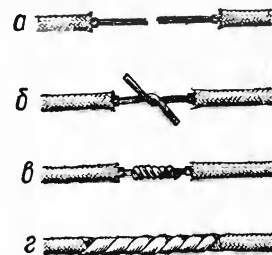

Рис. 38. Сращивание проводов.
1) накладывают один на другой зачищенные до блеска и скрученные (если провод многожильный) концы проводов или шнуров (рис. 38, б);
2) конец одного провода закручивают вокруг другого провода четыре-пять раз, сильно прижимая виток к витку, и то же самое делают с концом другого провода (рис. 38, в);
4) место сращения обматывают изоляционной лентой. При этом каждый последующий виток ленты должен перекрывать не менее половины предшествующего (рис. 38, г). Во время накладки ленту немного натягивают и прижимают к жиле, чтобы она облегла провод. Применять пересохшую ленту, потерявшую липкость, нельзя.